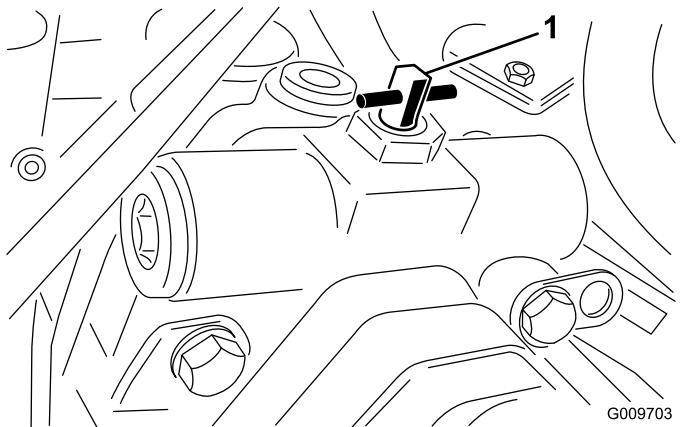

図 19
2. バイパスバルブのレバー 図 19を右または左に90°回転4分の1回転させると内部でバイパスが形成される。これにより、トランミッショニを破損することなく機械を押して移動できるようになる。バルブを開けたとき、どちらの方向に回したかを覚えておくこと。